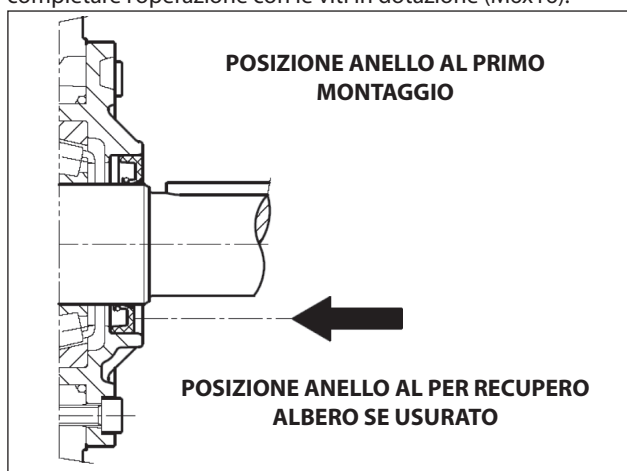

Fig. 7
Se si rende necessaria la sostituzione, posizionare il nuovo anello utilizzando l'attrezzo (cod. 27904500) come indicato in Fig. 7.
**Qualora l'albero pompa presenti un'usura diametrale nella zona di contatto col labbro di tenuta, al fine di evitare l'operazione di rettifica, è possibile riposizionare l'anello in battuta col coperchio come indicato nella Fig. 7.**